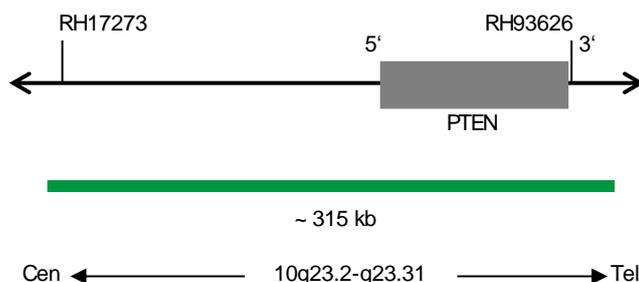

Abb. 1: SPEC PTEN Sondenlokalisierung (nicht maßstabsgetreu)
- ZyGreen (Anregung 503 nm/Emission 528 nm) markierten Polynukleotiden (~10 ng/ μ l), die gegen Sequenzen in 10q23.2-q23.31* (chr10:89,440,649-89,755,790) gerichtet sind, welche die PTEN-Genregion enthalten (siehe Abb. 1).